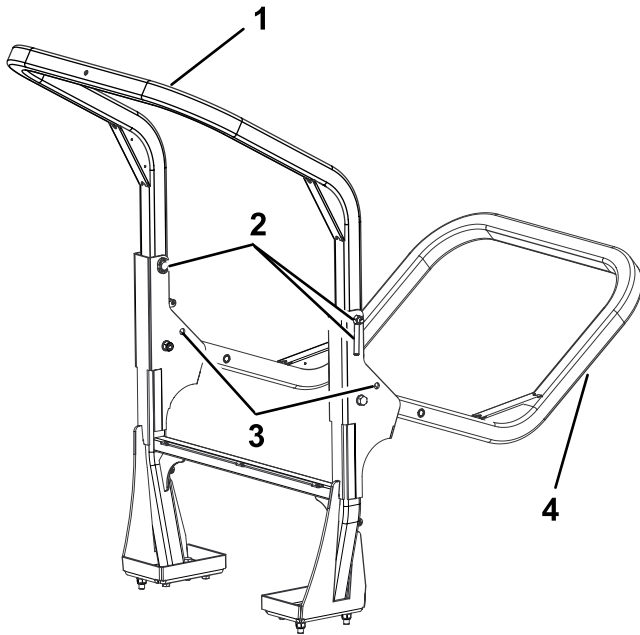

Figura 28
2. Sostenete il peso del telaio superiore del roll bar mentre rimuovete i perni a scatto e i perni con testa dalle staffe orientabili (Figura 28).